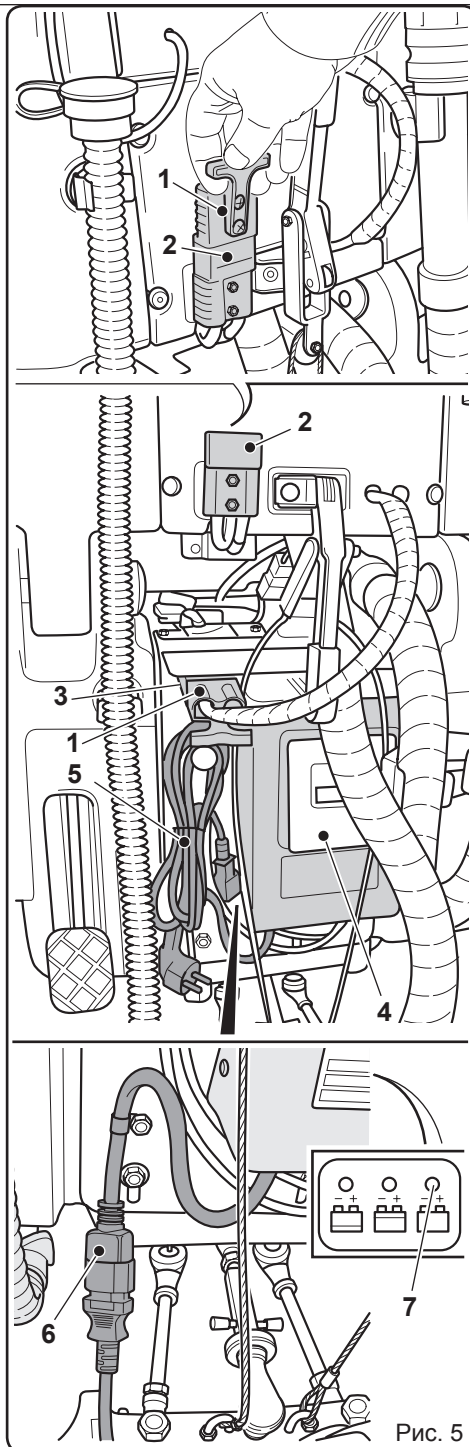

Рис. 5
4.1.a - Зарядка батареи через встроенное зарядное устройство (если он имеется) (Рис. 5)
- Отсоедините разъем (1) от разъема (2).
- Подключите провод (1) аккумулятора к розетке (3) зарядного устройства (4).
- Извлеките из специального крепления кабель (5) и подключите его к разъему (6) а затем подключите другой конец к розетке сети.